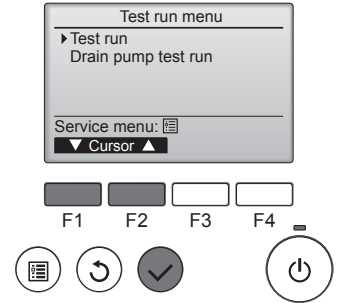

Fig. 8-2
- 2 Test run (Çalışma testi) menüsünden "Test run" (Çalışma testi) öğesini seçin ve [SELECT] (SEÇ) düğmesine basın. (Fig. 8-2)